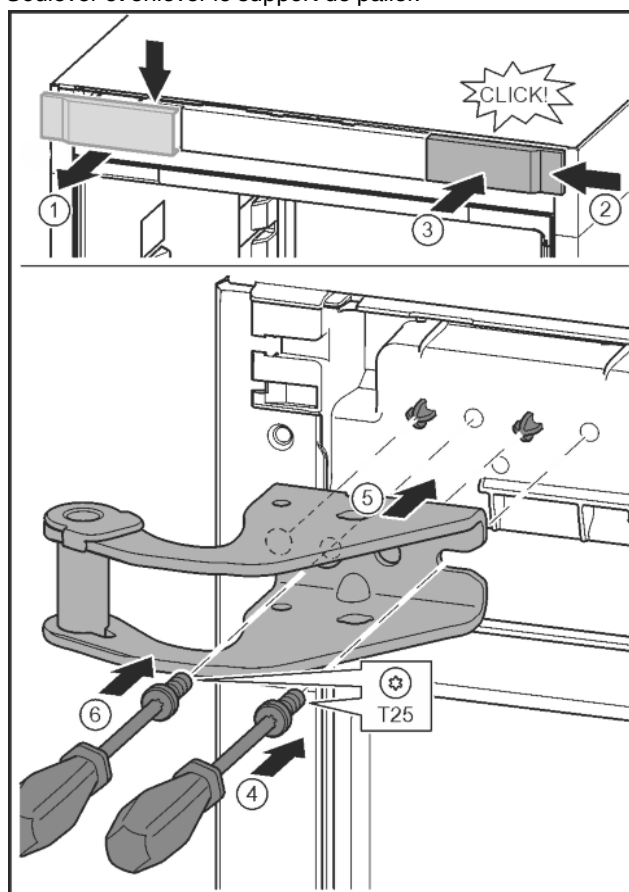

Fig. 15
- Libérer le cache et le retirer latéralement. Fig. 15 (1)
- Accrocher le cache tourné de 180° de l'autre côté à droite. Fig. 15 (2)
- Encliqueter le cache. Fig. 15 (3)
- Mettre en place la vis avec un tournevis T25. Fig. 15 (4)
- Mettre en place le support de palier supérieur. Fig. 15 (5)
- Serrer la vis. Fig. 15 (4)
- Mettre en place la vis avec un tournevis T25 et la serrer. Fig. 15 (6)